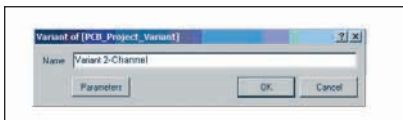

Рис. 2. Назначение имени варианта
2. Нажатием кнопки *Add Variant* активизируем формирование нового варианта: открывается диалог назначения его имени (рис. 2).
3. В поле *Name* окна (рис. 2) впишем имя нового варианта.